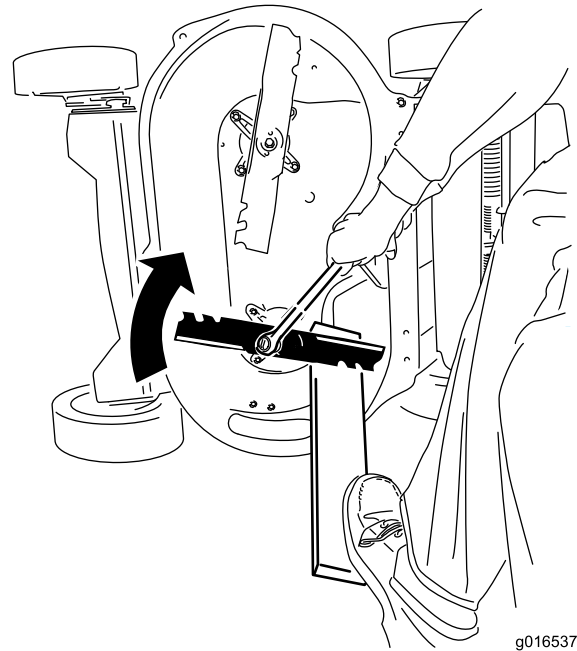

Figura 5
2. Inmovilice la cuchilla con un bloque de madera, y gire el perno de la cuchilla en sentido horario usando una llave dinamométrica, según se muestra en Figura 5.